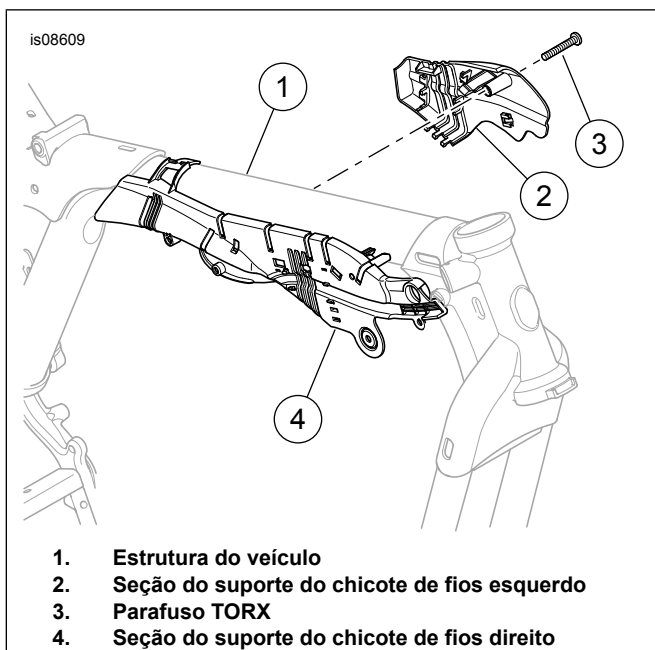

Figura 1. Acessar o chicote de fios principal
3. Veja Figura 1. Remova o parafuso TORX (3). Separe a seção do suporte esquerdo (2) da seção direita (4) e estrutura do veículo (1).
8. Veja Figura 1. Passe o conector montado [31B], na parte externa, para dentro do suporte do fio (4) do lado direito da estrutura, atrás da coluna de direção.